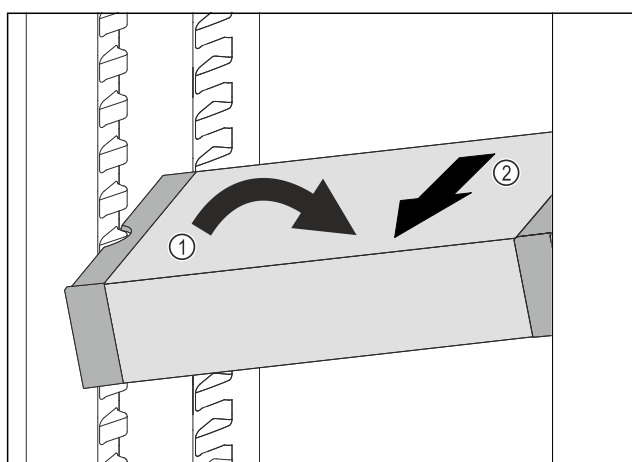

Fig. 73
- ▶ Predal VarioSafe postavite v hladilniku postrani. Fig. 73 (1)
- ▶ Predal VarioSafe izvlecite v smeri naprej. Fig. 73 (2)